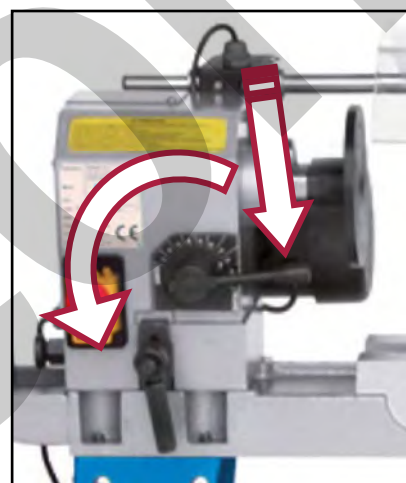

Figura 17 – Selezione della velocità.
Sul quadro di comando del tornio, è presente una leva per la regolazione della velocità di rotazione del mandrino (Figura 17).
6. Impostare la corretta velocità di rotazione del mandrino, utilizzando l'apposita leva (Figura 17).